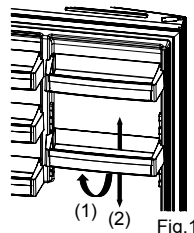

Fig.1
Lyft upp fronten på dörrhyllan (1) och rör den upp och ner **Adapti-Lift dörrhylla** (2) med båda händerna (fig 1)